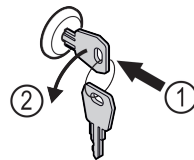

Fig. 179
- ▶ Вдавити ключ. Fig. 179 (1)
- ▶ Повернути ключ на 90° проти годинникової стрілки. Fig. 179 (2)